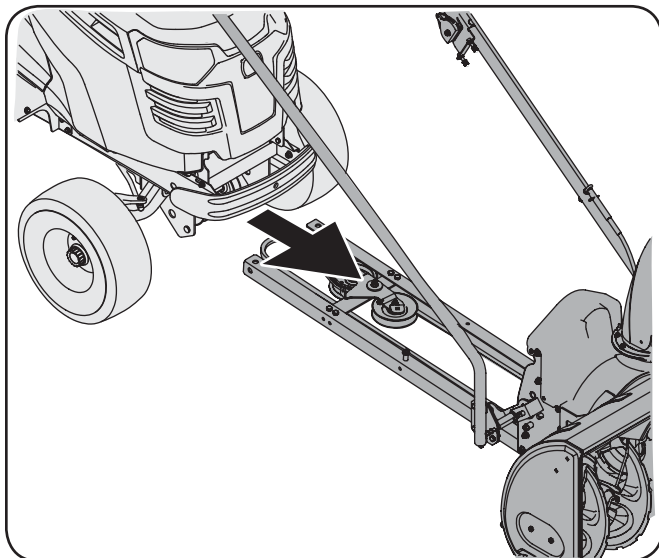

Figure 3-22
1. Déplacez le tracteur vers l'avant sur l'ensemble de rails du châssis. Assurez-vous que l'ensemble de rails s'aligne avec le sous-châssis du tracteur. Voir Figure 3-22.